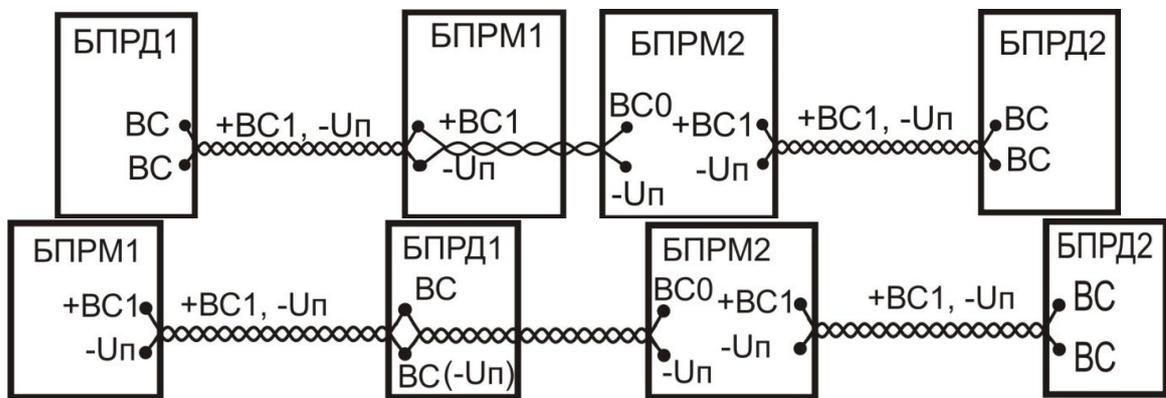

Рис.6.8
6.3.2.1 На тыльной стенке кожуха БПРД имеется окно встроенного светодиода 3 для визуального контроля работы, для чего к фирменному значку 2 на тыльной стенке БПРД необходимо приложить и удерживать во время контроля магнит 1 (см. рис.6.8). В случае нормальной работы БПРД, светодиод методично мигает с периодом около 1 сек. На тыльной поверхности БПРМ под защитной крышкой расположены три синих индикатора «0» (нулевой разряд сигнала), «1» (первый разряд), «2» (второй разряд) и двухцветный (синий/красный) «3» (Зс/Зк) {третий разряд/(Тревога)}, регулятор чувствительности извещателя «Рег». Крышка, обеспечивающая защиту органов управления и индикации от внешних воздействий, закрепляется на тыльной поверхности БПРМ двумя невыпадающими винтами. Вблизи индикатора «3» находится отверстие **инфракрасного датчика** положения крышки (открыта – закрыта). Извещатель формирует сигнал ТРЕВОГА размыканием выходного реле при открывании защитной крышки.
6.3.4.5 Для значительного снижения влияния внешних радиопомех любого происхождения необходимо включить проводную синхронизацию БПРМ и БПРД, для чего провода +ВС1 и -Упит (-Уп) БПРМ соединить витой парой с проводами ВС собственного БПРД без соблюдения полярности. При проводной синхронизации и при возможной засветке смежными или соседними радиоволновыми извещателями ПРИЗМА (о чем свидетельствуют частые «ложные» тревоги), необходимо включить взаимную синхронизацию данных извещателей. При этом активный выход +ВС1 (БПРМ1 или при его трансляции через БПРД1) ведущего извещателя подключается к входу (+ВС0) ведомого извещателя (БПРМ2), в зависимости от расположения БПРМ2 (вблизи смежного БПРД1 или БПРМ1, см. рис. 6.8), т. е. на любом конце активного провода (+ВС1) синхронизации. Подключение должно также проводиться витой парой с проводом -Упит (-Уп).